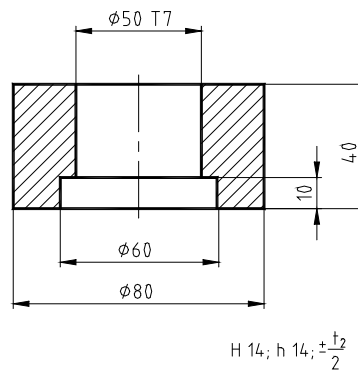

Рисунок 1
6. На чертеже детали (рис. 1) найдите размер с наименьшей величиной допуска.
7. На чертеже детали (рис. 1) найдите размер с наибольшей величиной допуска.
8. Для каких элементов детали (рис. 1) можно признать действительный размер годным, если его числовое значение окажется равным номинальному?
17. На чертеже детали (рис. 1) найдите элементы, относящиеся к "валам".
18. На чертеже детали (рис. 1) найдите элементы, относящиеся к "отверстиям".